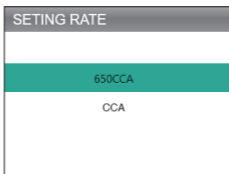

Abbildung 4.2.5
5. Geben Sie den CCA mit den Pfeiltasten (Nach Oben & Unten) ein und drücken Sie [OK], um den Test zu starten (siehe Abbildung 4.2.5).